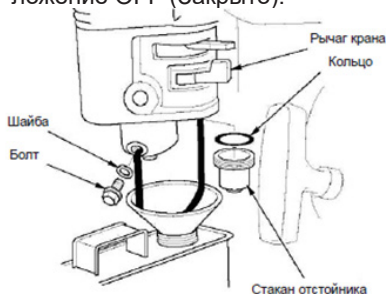

Рис.36
- Поместите подходящую емкость для топлива под карбюратор (Рис.36), и используйте воронку, чтобы не пролить топливо.